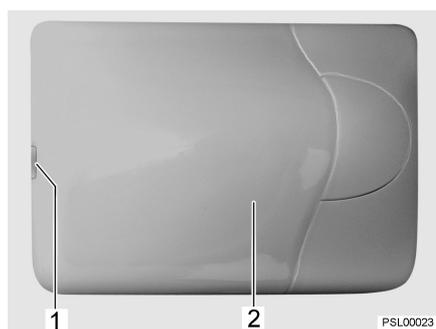

Fig. 103 Lampe de cellule
- Soulever prudemment le couvercle (Fig. 103,2) avec un outil approprié (p. ex. tournevis) au niveau de l'encoche (Fig. 103,1) et le retirer.